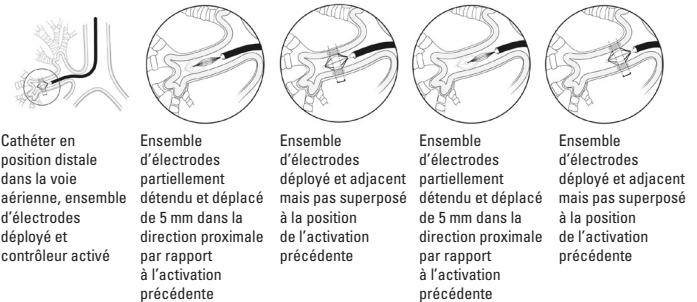

Figure 10 : Positionnement adjacent et activation
14. Déplacer le cathéter de 5 mm dans la direction proximale et recommencer les étapes ci-dessus pour réaliser des traitements adjacents. Les repères du cathéter sont espacés de 5 mm pour faciliter ce repositionnement. Voir Figure 10.